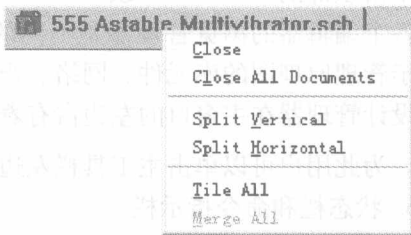

图 1-18 标签快捷菜单
(3) 设计窗口中的标签快捷菜单 当用户在设计窗口的标签上单击鼠标右键时,就会调出相应的快捷菜单,如图 1-18 所示。通过该快捷菜单可以执行关闭文件、窗口管理等操作。